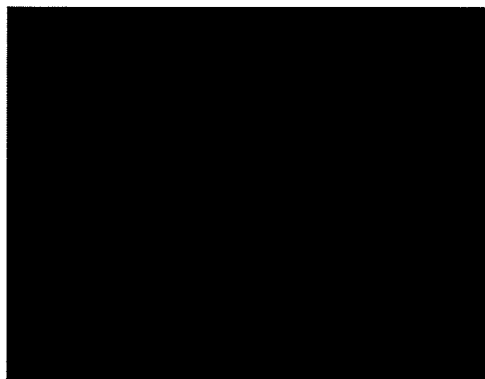

Figure 35
2. Videz le réservoir de récupération à l'aide du tuyau de vidange flexible en dévissant le bouton et en retirant le bouchon (voir figure 35).